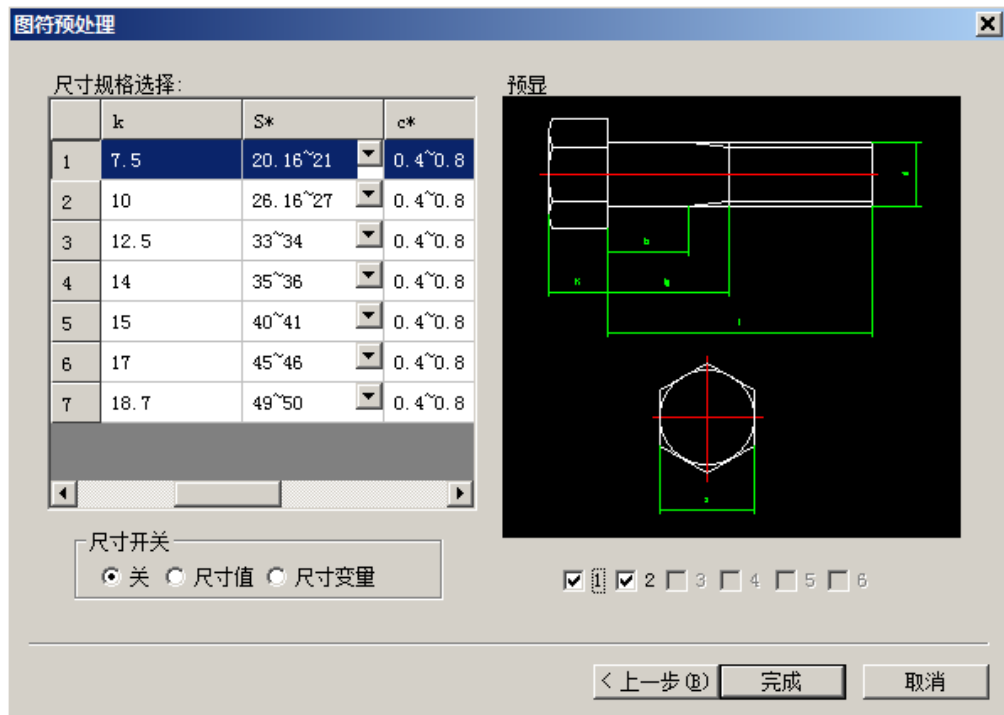

图 6-5 图符预处理对话框
- 6) 用户选定图符后，单击【下一步按钮】就可进入【图符预处理对话框】，如图 6-5 所示。